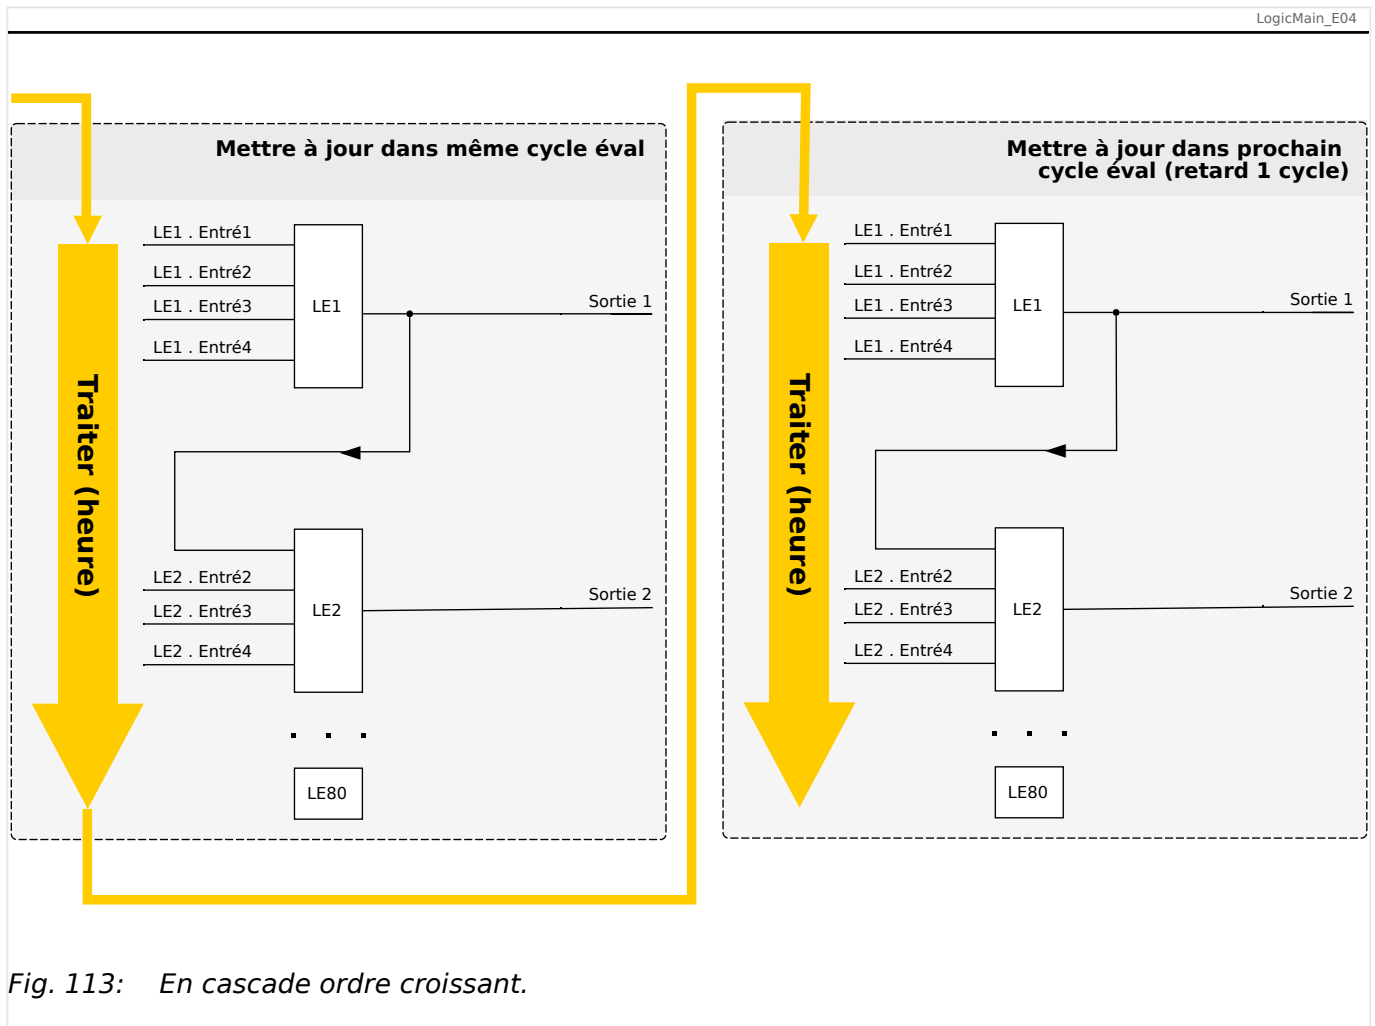
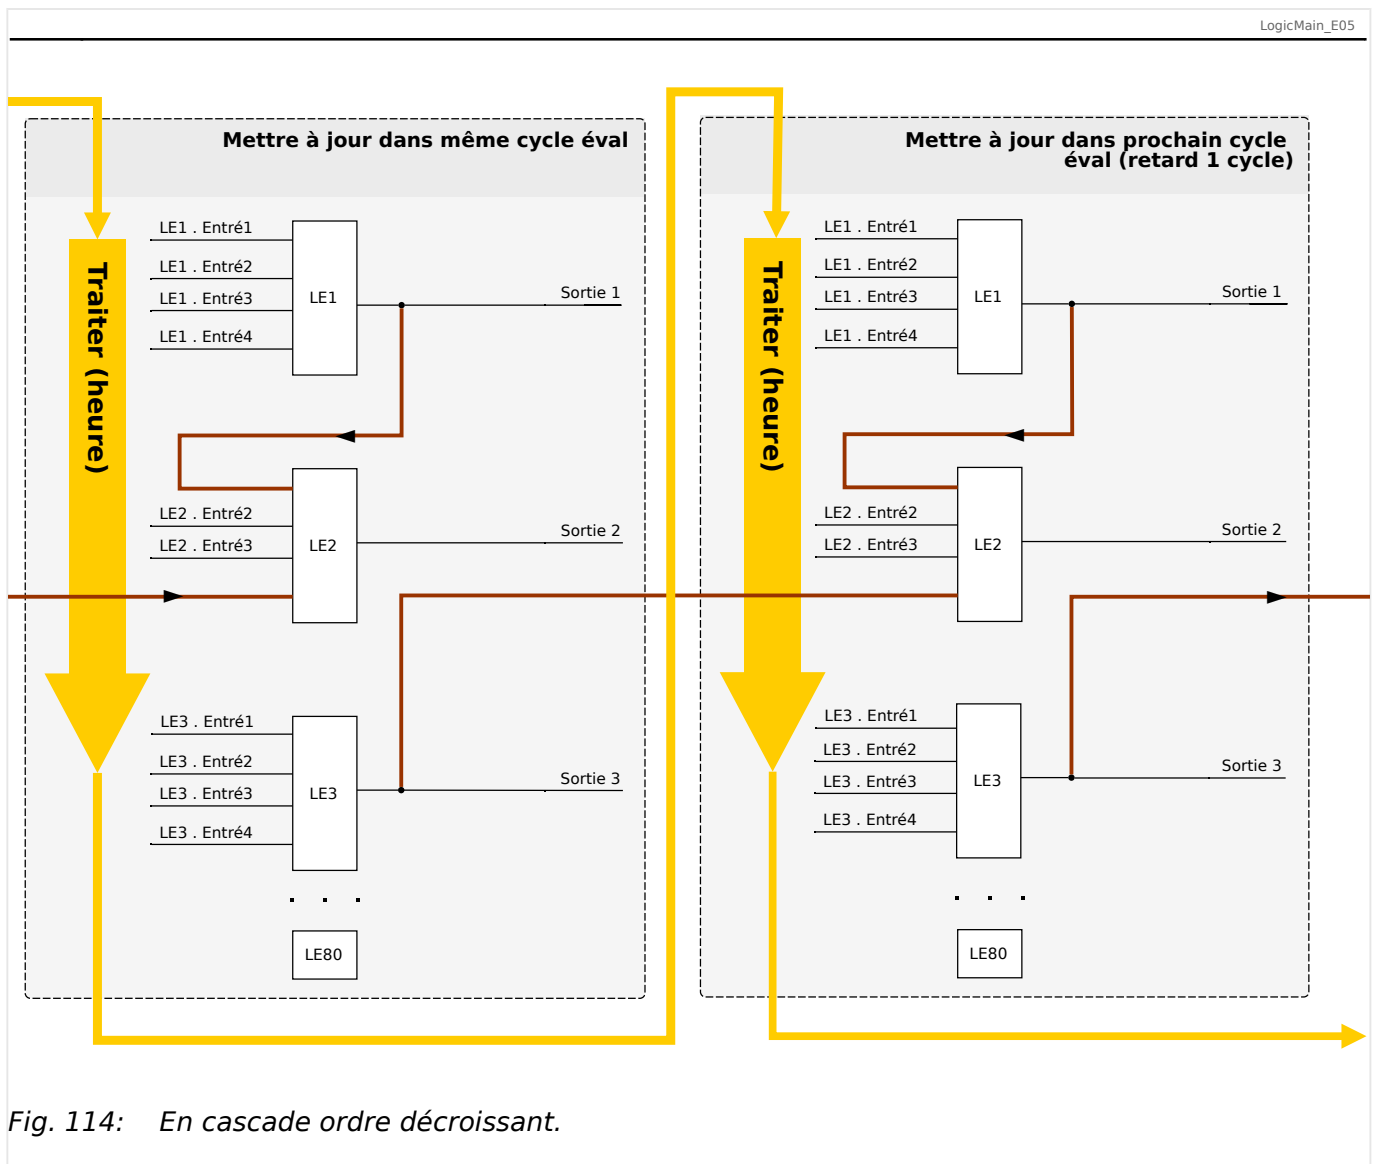

Fig. 113: En cascade ordre croissant.
Fig. 114: En cascade ordre décroissant.
- Dans une séquence **ascendante**, certaines sorties sont injectées en entrée dans une équation logique portant un numéro **plus élevé**. Par exemple, le schéma  Fig. 113 ci-dessous indique que le résultat de l'équation logique LE1 est utilisé en tant qu'entrée de l'équation logique LE2.
- Dans une séquence **descendante**, certaines sorties sont injectées en entrée dans une équation logique portant un numéro **plus bas**. Par exemple, le schéma  Fig. 114 indique que le résultat de l'équation logique LE3 est utilisé en tant qu'entrée de l'équation logique LE2.
Les séquences ascendantes et descendantes peuvent être utilisées et combinées les unes avec les autres, sans différence immédiate. Toutefois, en raison de l'évaluation de toutes les équations par ordre ascendant, les valeurs de temps de fonctionnement réelles qui sont injectées en entrée d'une équation auront un « âge » différent, comme on peut le voir dans  Fig. 113 et  Fig. 114 ci-dessous.
Dans l'exemple présenté dans Fig. 114 ci-dessus, l'équation logique « 2 » utilise les états de sortie de deux autres équations, les équations logiques « 1 » et « 3 ». Le résultat de l'équation logique « 1 » est utilisé dans l'ordre ascendant. Il a par conséquent été évalué au cours du même cycle de traitement. Le résultat de l'équation logique « 3 » est utilisé dans l'ordre descendant. Il a par conséquent été évalué au cours du cycle de traitement précédent.